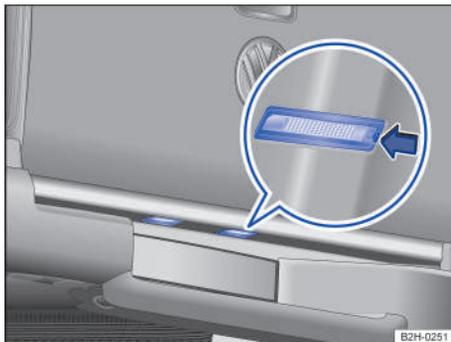

Fig. 155 En la chapa de cierre trasera, debajo de la compuerta de carga: luces de matrícula.
2. Presione con un destornillador en el rebaje de la luz de matrícula, en el sentido de la flecha → fig. 155.